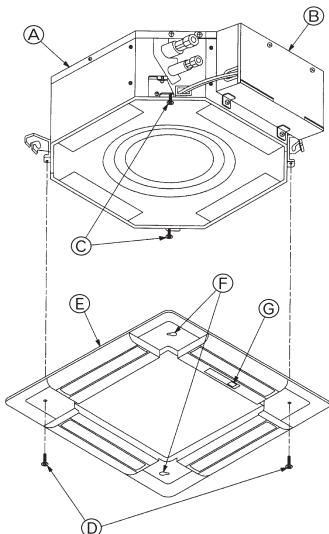
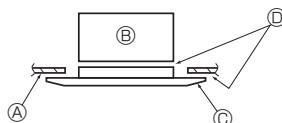
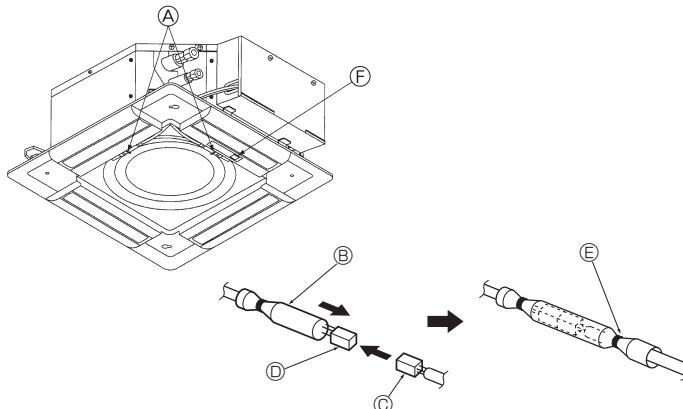

Fig. 8-6
Fig. 8-7
Fig. 8-8
8.3.2. Instalação temporária da grelha (Fig. 8-6)
- (A) Unidade principal
- (B) Caixa do componente eléctrico
- (C) Parafuso com anilha (para utilização temporária)
- (D) Parafuso com anilha (Acessório)
- (E) Grelha
- (F) Orifício em forma de sino
- (G) Receptor (Para SLZ-KA-VAL(2))
8.3.3. Fixação da grelha (Fig. 8-7)
- (A) Tecto
- (B) Unidade principal
- (C) Grelha
- (D) Certifique-se de que não existe espaço.
8.3.4. Ligação do fio (Fig. 8-8)